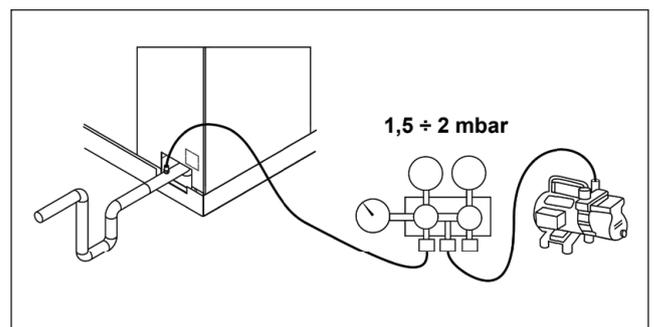

Abb. 13.2
2. Evakuieren Sie den Wärmetauscher gemäß EN 378-2 und allen anderen in Ihrem Land geltenden Sicherheitsvorschriften. Evakuieren Sie den Wärmetauscher und die Verbindungsleitungen, die bei der Montage mit Luft in Verbindung kamen, mit einer Vakuumpumpe (Abb. 13.2). Evakuieren Sie das System bis zu einem Druck zwischen 1,5 bis 2 mbar. Sollte es nicht möglich sein, den vorgegebenen Vakuumwert über einen längeren Zeitraum zu erreichen, ist es ein Anzeichen dafür, dass das System Feuchtigkeit oder kleine Leckagen enthält. In diesem Fall füllen Sie das System nochmal mit trockenem Stickstoff oder einem anderen Inertgas und überprüfen Sie das System auf Dichtheit. Ist das System dicht, evakuieren Sie das System bis zum erforderlichen Vakuumwert.